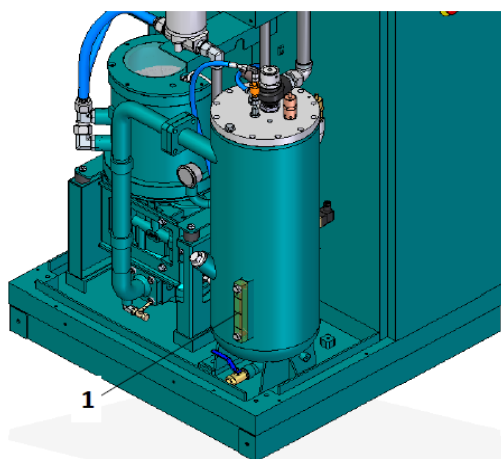

图 29：检查观油镜中的冷却液液位
7. 检查观油镜中的冷却液液位(图 29/1)，若有需要请依照(第 43 页 第7.4.3 章「查看冷却液液位 / 添加冷却液」)所述添加冷却液。